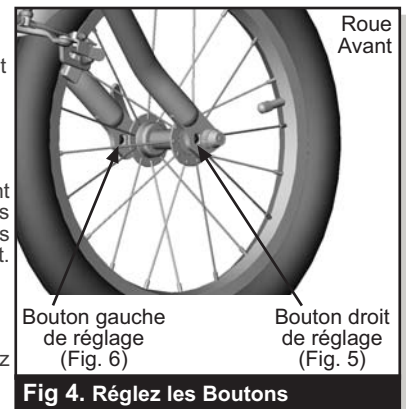

Fig. 4 Réglez les Boutons
7) Un réglage de précision de l'alignement de la poussette sera fait en utilisant les boutons de réglage illustrés en figure 4.